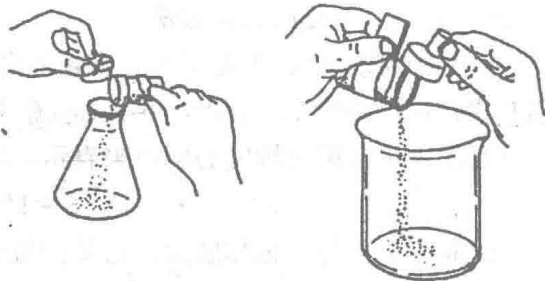

图 6 从称瓶敲出试样示意图
(1) 在称量瓶中装入适量试样（或试剂）盖上瓶盖，用洁净的纸条套住经粗称好的称量瓶（含试剂）放入天平左盘上，称得其质量为 m_1 。
(2) 用纸条套住称量瓶，从天平盘中取出称量瓶，右手隔着一小纸片捏住称量瓶盖，在靠近锥形瓶（或烧杯）口的上方，轻轻敲击瓶的上部（详图 6），使试样慢慢落入锥形瓶（或烧杯）中，盖好称量瓶盖，放回天平盘上称量，如此重复操作，直至倾出的试样符合要求为止，记下第二次精称的数据 m_2 。则 $\Delta m = m_1 - m_2(\text{g})$ 即为倾出的试样的质量。